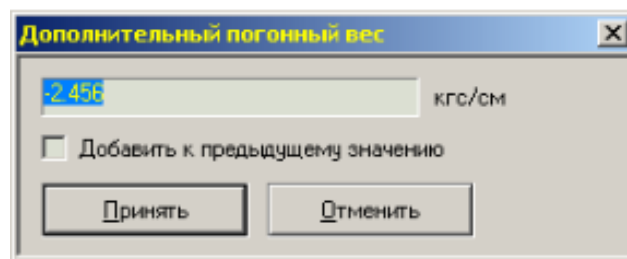

Рис. 5.6.17. Диалоговое окно задания дополнительного погонного веса
3. В появившемся диалоговом окне (рис. 5.6.17.) необходимо задать параметры дополнительного погонного веса (см. ниже).